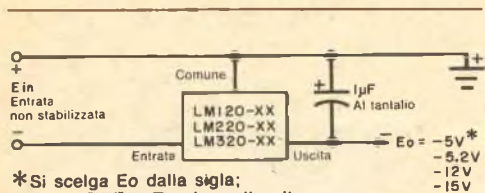

Fig. 2 - Circuito base di stabilizzatore con un circuito integrato LM120.
STABILIZZATORI DI TENSIONE A TRE TERMINALI - Gli stabilizzatori di tensione sono la novità dell'anno e la loro semplicità è la loro caratteristica più importante. La ditta National Semiconductor ha recentemente presentato la sua serie LM120. Si tratta di stabilizzatori negativi a 3 terminali con tensioni d'uscita predisposte di -5 V, -5,2 V, -12 V e -15 V per correnti fino a 1,5 A (ved. fig. 2). I dispositivi sono protetti contro i cortocircuiti ed i sovraccarichi termici; hanno una stabilizzazione di 50 mV al carico e di 0,5 mV/V per la rete. Vengono offerti in involucri TO-5(H) e TO-3(K).